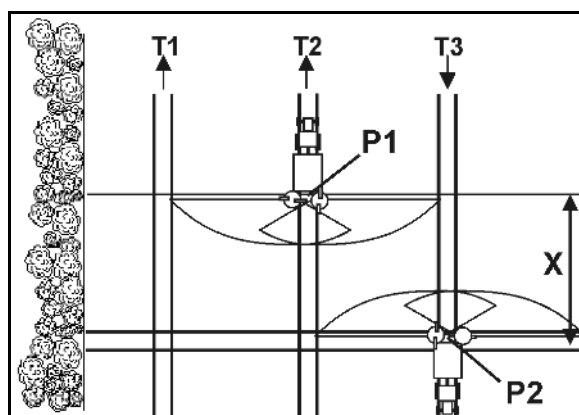

Bild 45
2. Dikesspridning enligt gödselförordningen (Bild 45):